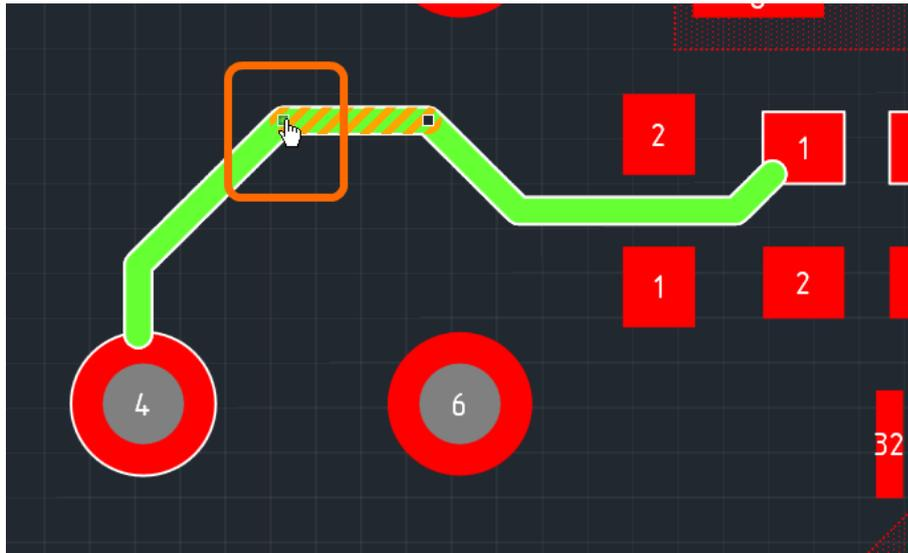

Рис. 70. Курсор при перемещении конечной точки сегмента
2. Навести курсор на конечную точку сегмента, которую требуется переместить, при этом курсор должен изменить свою форму, см. Рис. 70.